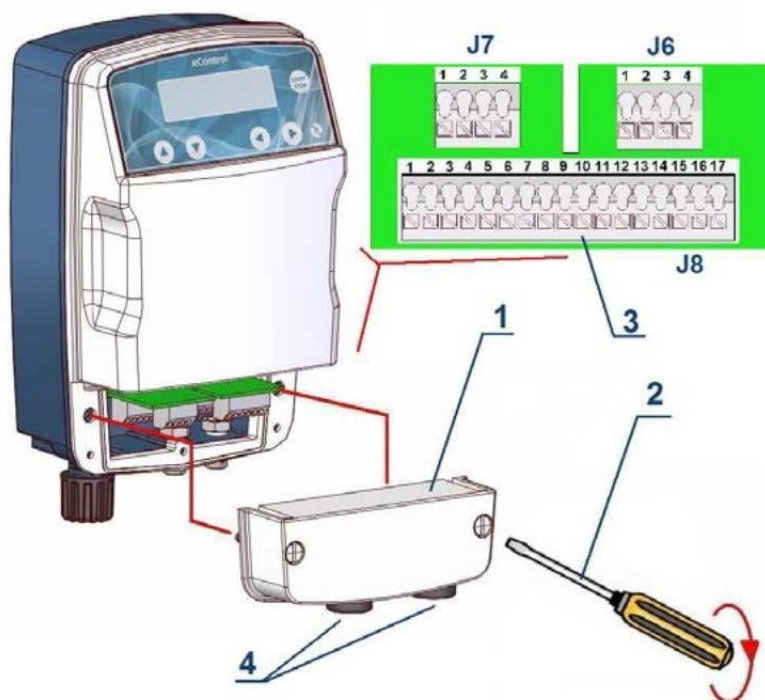

Рис. 4 – Клемная колодка
Для підключення зовнішніх пристроїв і аксесуарів зніміть кришку клемної колодки (1), діючи за допомогою викрутки (2) з прямим шліцом (ширина шліца - не менше 5 мм.) І відкрутіть фіксують гвинти (см. Рис. 4)